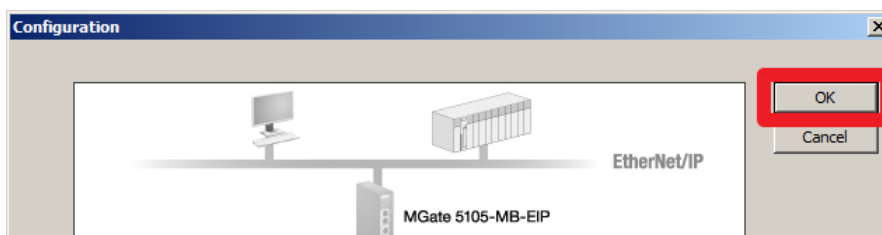

Рис. 11
1.7 По завершению конфигурирования устройства необходимо нажать кнопку ОК для сохранения всех настроек. После чего устройство будет автоматически перезагружено (Рис. 11).